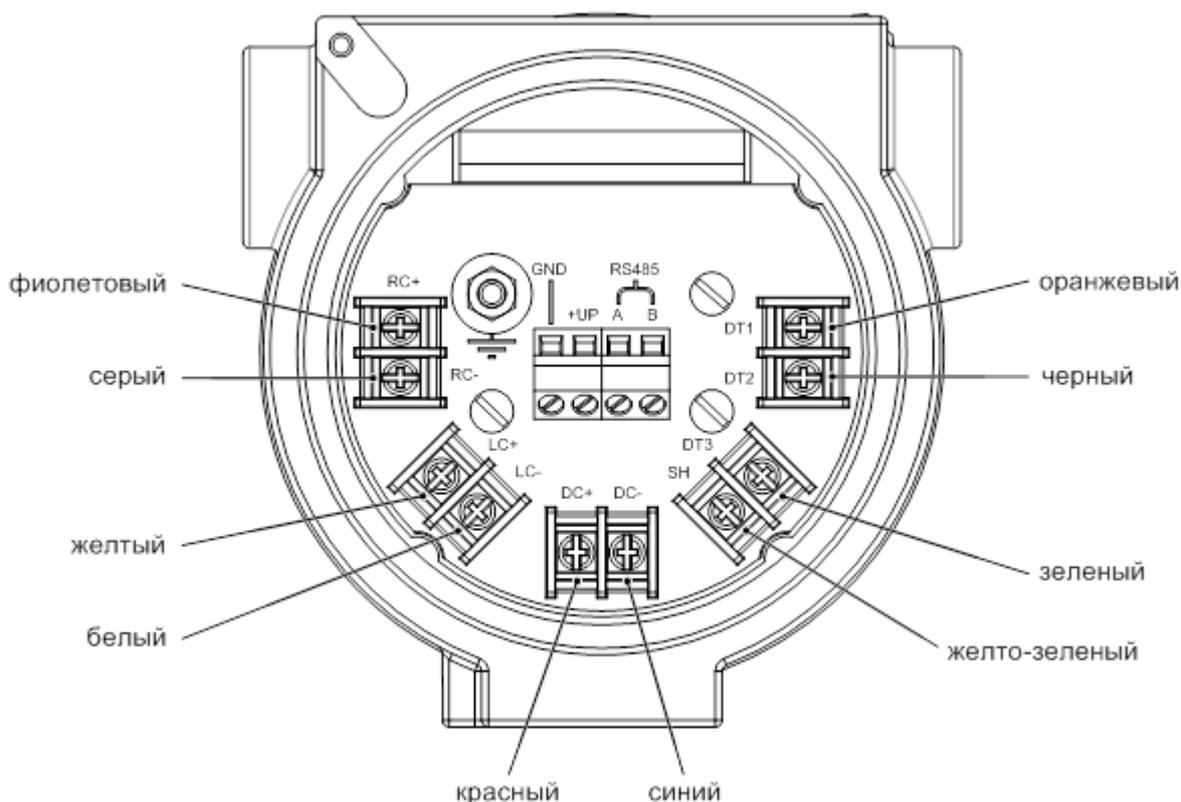

Рисунок 2.6 – Клеммная колодка для подключения специального кабеля²
- 5) Зажмите девять проводов кабеля в клеммные колодки в соответствии с цветами изоляции (рисунок 2.6), зажмите экранный проводник (прилож. Е) в клемму SH;
5) Зажмите девять проводов кабеля в клеммные колодки в соответствии с цветами изоляции (рисунок 2.6), зажмите экранированный проводник (прилож. E) в клемму SH.
11) Зажмите четыре провода кабеля в клеммные колодки так, чтобы одна витая пара была подключена к клеммам «RS485 A, B», вторая витая пара должна быть подключена к клеммам «+UP» и «GND» (рисунок 2.6). В исполнении по компоновке I кабель уже подключен к цепям в МП по следующей схеме:
12) Подсоедините экранирующий проводник кабеля к винту заземления внутри корпуса ИМ (рисунок 2.6);
- 5) Зажмите четыре провода кабеля в клеммные колодки в соответствии со схемой монтажа, выбранной в п.2.2.10 (рисунок 2.6);
- 6) Если для подключения используется экранированный кабель, подсоедините экранировку к винту заземления внутри корпуса клеммной коробки (рисунок 2.6);